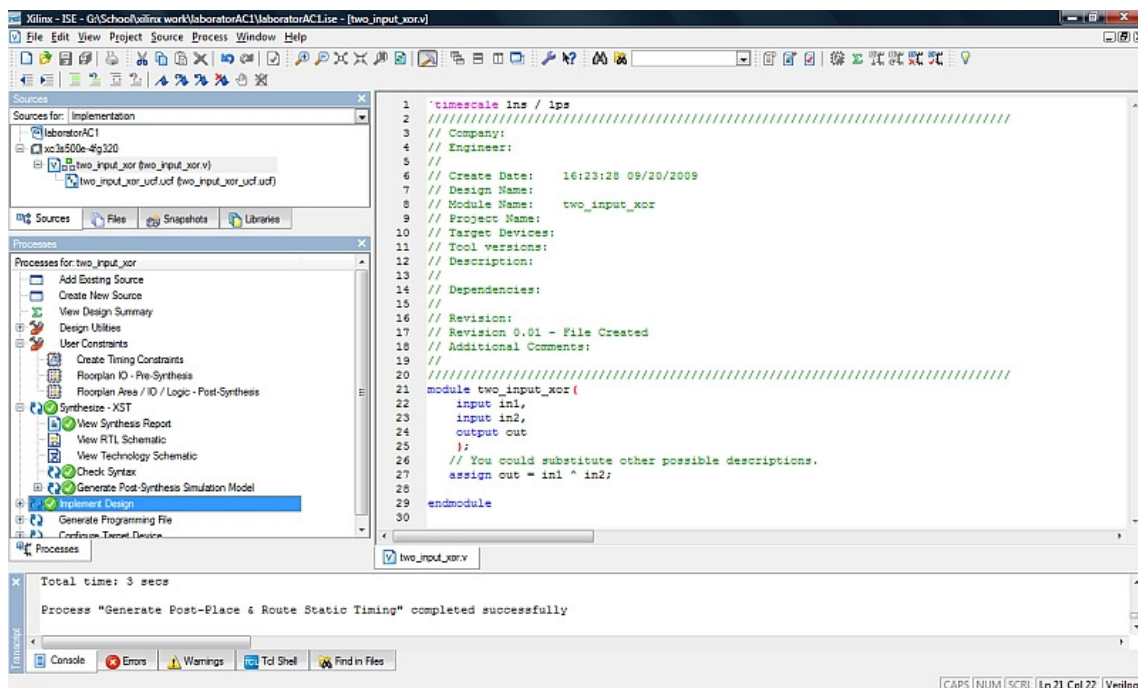

Figura 6.6
- Dupa editarea fisierului de constrangeri se trece la implementarea circuitului. Pentru aceasta se selecteaza sursa „two\_input\_xor.v” din fereastra „Sources” si se face dublu-click pe „Implement Design” din fereastra „Processes” (Figura 6.6)